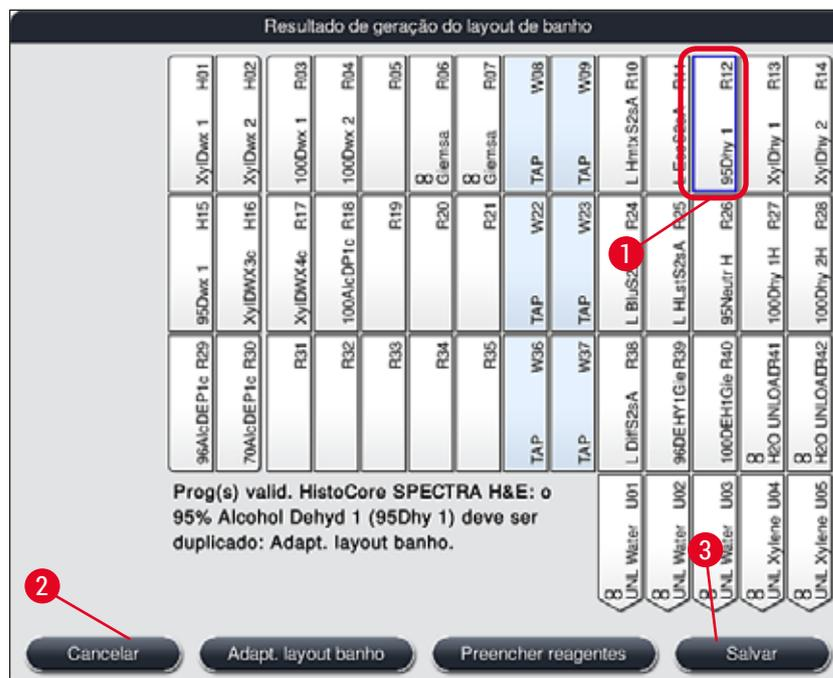

Fig. 53
- Após o software calcular o layout de banho usando os programas priorizados, o usuário obtém uma visão geral dos resultados exibidos na tela (→ "Fig. 53").
- Se nenhum programa Leica foi integrado ao layout de banho, o monitor (→ "Fig. 53") é diferente do exibido (não ilustrado). Neste caso, os reagentes podem ser abastecidos conforme descrito em (→ P. 81 – Abastecimento de reagentes).